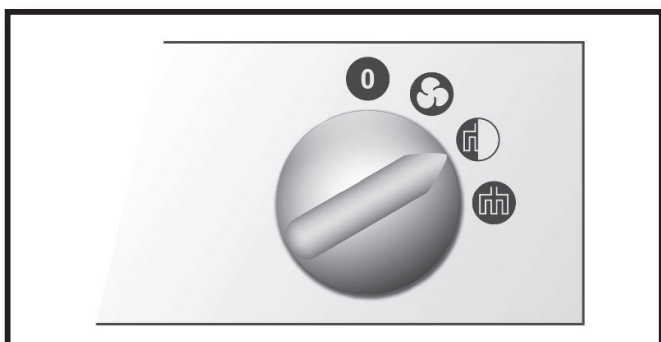

Fig. 6
- ▶ Ngrohje e shkallës së parë – fig. 6